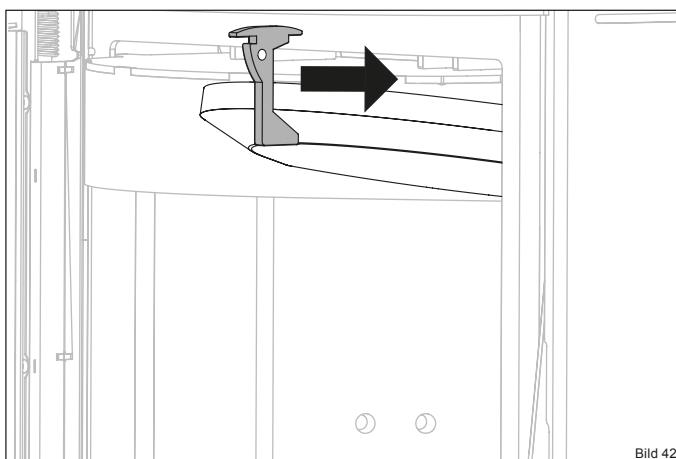

Bild 42
- Schieben Sie den Thermosteinhalter nach vorne (Bild 42).